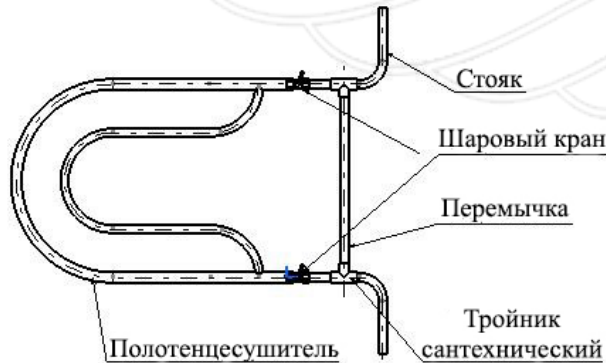

Рис.2 Шунтирующая обводка
4.3. При установке и подключении полотенцесушителя должны быть соблюдены требования СНиП 2.04.01-85 и СНиП 2.04.07-86\*, а также «Правил и норм технической эксплуатации жилищного фонда». В случае монтажа полотенцесушителя непосредственно к стояку, необходимо установить шунтирующую (обводную) перемычку (рис.2), диаметр которой должен быть на размер меньше диаметра стояка (например: стояк Ду 32мм, перемычка Ду 25мм).
5.7. По истечении срока службы полотенцесушителя или фитингов перекрыть шаровые краны (рис.2), вызвать специалиста организации, оказывающей жилищно-коммунальные услуги, и заменить изделие на новое.